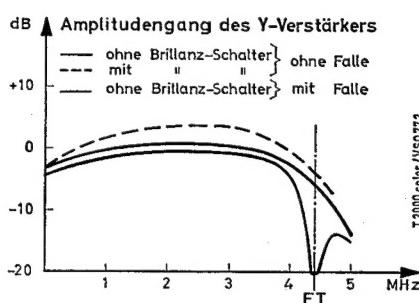

Abb. 5
1) Brillanztaste gedrückt. In diesem Fall ist der Schalter offen. Bei tiefen Frequenzen (< 400 kHz) ist der kapazitive Nebenschluß zu R 242 durch C 243 und C 247 zu vernachlässigen. Es tritt über R 242 und R 243 eine Spannungsverteilung ein im Verhältnis 1:2,8. Für höhere Frequenzen (> 1,5 MHz) ist der ohm'sche Widerstand von R 242 gegenüber dem kapazitiven Widerstand der Reihenschaltung C 243, C 247 (170 pF) zu vernachlässigen. Außerdem ist der kapazitive Widerstand bei 1,5 MHz bereits klein gegenüber R 243, so daß die Frequenzen oberhalb 1,5 MHz ungeschwächt die Koppelglieder passieren. Es werden also die hohen Frequenzen gegenüber den tiefen Frequenzen um den Faktor 2,8 (9 dB) angehoben, siehe Abb. 5.